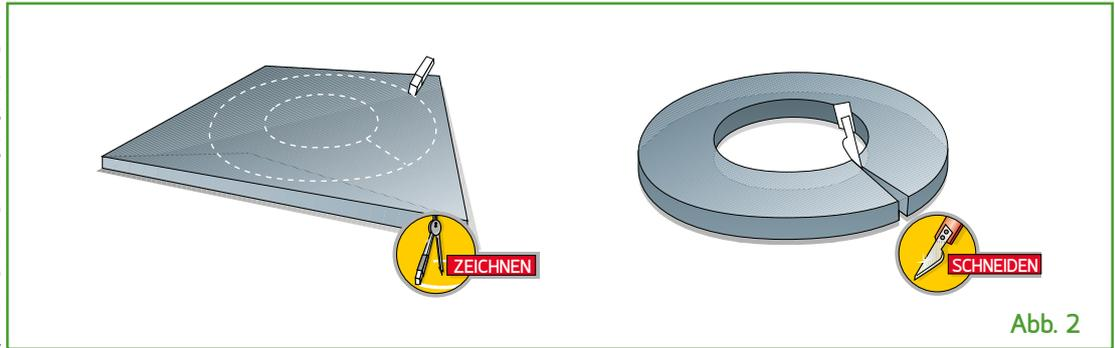

Abb. 2
- 2) Die erhaltenen Spitzen kombinieren und sie so verkleben, dass sie die gewünschte Biegung bilden (**Abb. 2**)
- 2) Am Mittelpunkt der längeren Hülle zwei Schnitte auf 45° ausführen, die nach innen zusammenlaufen. An einem Ende der kürzeren Hülle die Schnitte auf 45° wiederholen und den Kleber auf die ausgeführten Einschnitte auftragen. (Abb. 2)
- 2) Die Hülle in Längsrichtung schneiden und sie auf der Rohrleitung montieren. Den Kleber auf die Schnitttränder auftragen und sie verkleben (**Abb. 2**)
Mit einem Zirkel auf der Platte zwei konzentrische Kreise mit jeweils dem Durchmesser des Flansches und dem der Rohrleitung zeichnen. Mit einer Klinge die von der Zeichnung erhaltene kreisrunde Krone ausschneiden. Einen Öffnungsschnitt für die nachfolgende Montage Durchführen (Abb. 2).
Den zylindrischen Teil des Tanks abmessen. Zum Messen einen Streifen Isoliermaterial mit der gleichen Dicke verwenden, die das Isoliermaterial hat, welches angebracht werden soll, und Bezug auf das nehmen, was über die Installation an Kanälen mit rundem Querschnitt geschrieben steht. **(Abb. 2)**